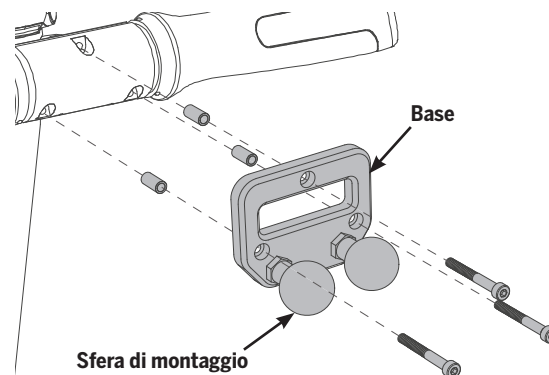

Figura 16. Installazione della base accessori del manubrio
4. Installare la base sul manubrio utilizzando tre viti di fissaggio da 35 mm e tre distanziatori, come indicato in **Figura 16**. Serrare le viti di fissaggio a **11,0 N-m (8,1 ft-lbf)**.